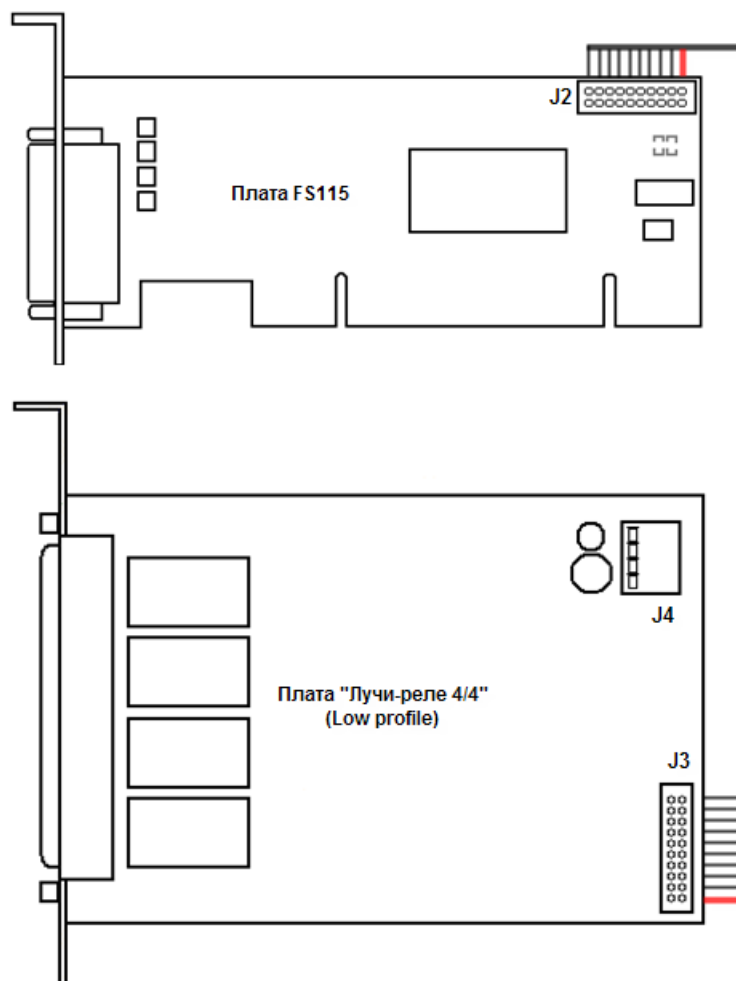

Рис. 2.4—13 Схема подключения платы «лучи-реле 4/4» (low profile) к плате FS115
2. Подключить плату «лучи-реле 4/4» (low profile) к плате видеоввода с помощью шлейфа, входящего в комплект поставки. Шлейф подсоединяется к разъему J2 и J3 (см. Рис. 2.4—13 и раздел «Приложение 5. Схема разъемов плат видеоввода»).
3. Подключить кабель блока питания компьютера (питание дисководов) к разъему J4 (Рис. 2.4—13) платы «лучи-реле 4/4» (low profile).